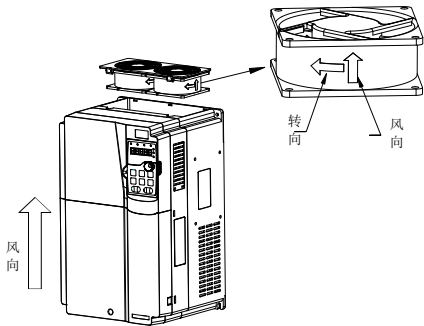

图 9-1 07R5（含）以上机器风扇维护
- 5、将新的冷却风扇装入变频器内；并按照相反的顺序将风扇电缆插入线夹，装好变频器，请注意风扇的风向与变频器风向保持一致，如图 9-1 所示。